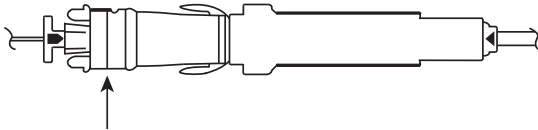

Figura 4. Applicatore completamente inserito nella sonda
Attenzione: per distribuire correttamente i pellet, l'indicatore giallo dell'applicatore (D) deve essere completamente inserito nella sonda e allineato con la freccia rossa. Vedere Figura 4.